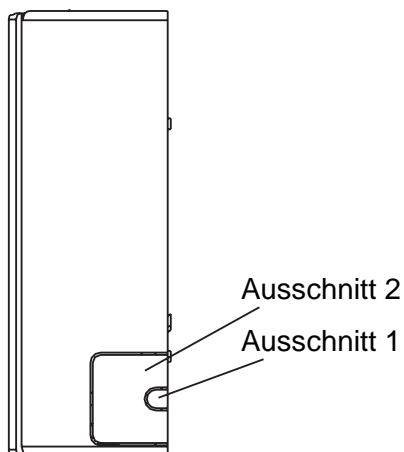

Abb. 4c
1. Die Abbildungen (4a) und (4b) unten zeigen die Möglichkeiten, wie Rohre zum Innengerät geführt werden können. Wird die Rohrleitung (das Kabel) von links oder rechts zugeführt, Lochverblendungen im Geräterahmen im Bedarfsfall ausschneiden (siehe Abb. 4c).